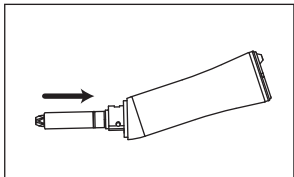

Fig. 9
- 1) Inserte el eje impulsor hasta que entre en contacto con el adaptador. (Fig.9)